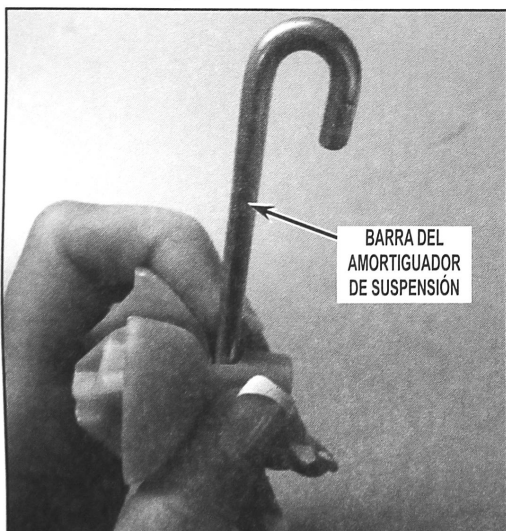

FIGURA 2
3. Alinee la barra del amortiguador de suspensión en la ranura de la esfera de suspensión. Vea la *Figura 2*.